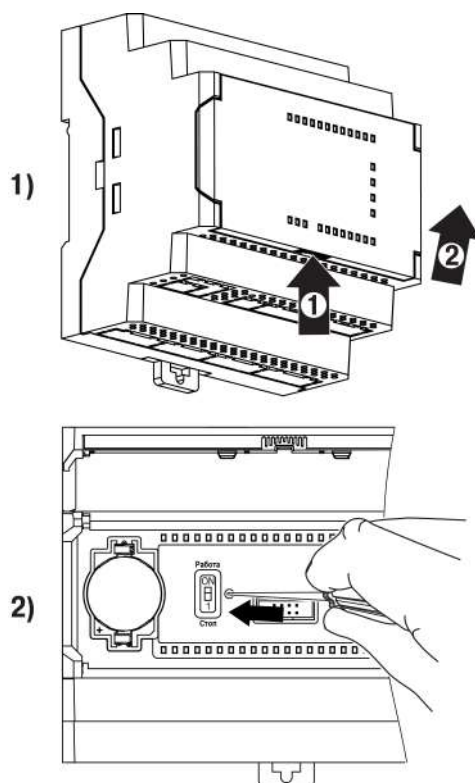

Рисунок 4.33 – Восстановление заводских настроек
2. Подцепив за рифленую зону (см. рисунок 4.33, 1), открыть крышку на лицевой панели прибора (стрелка 2).
3. С помощью тонкого инструмента нажать и удерживать сервисную кнопку не менее 12 секунд (см. рисунок 4.33, 2).